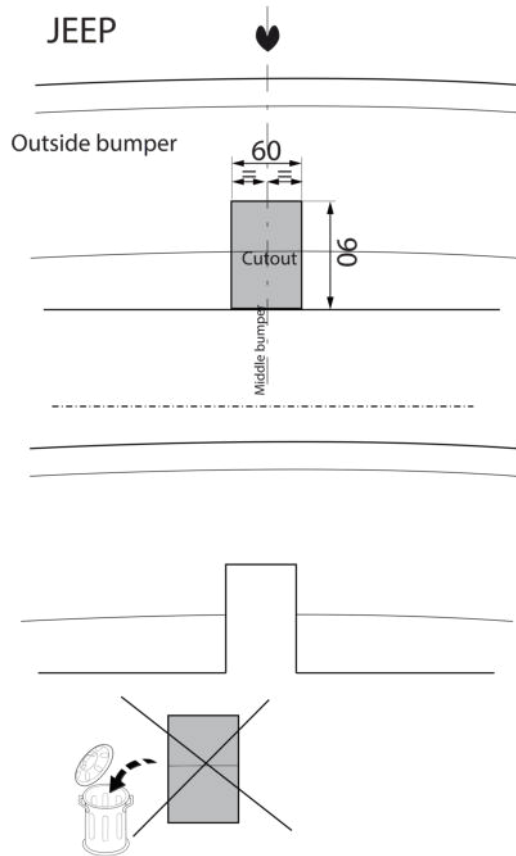

Fig. 3
12. Выпилить часть из бампера в середине снизу, как указано на рис. 3 & 4.